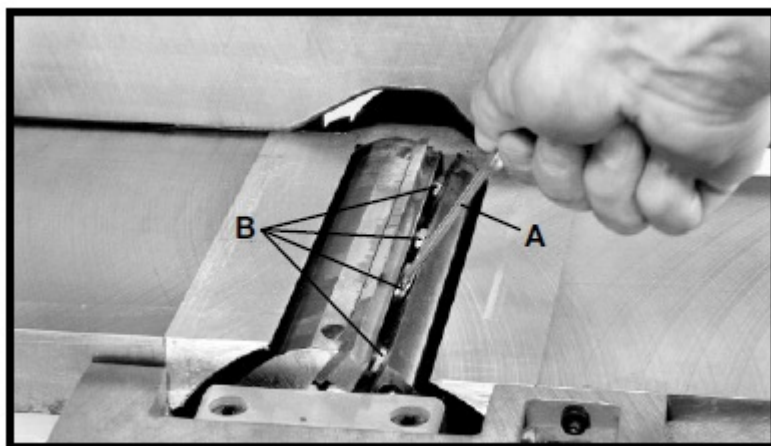

Рис. 49
2. Ключом (А), рис. 49, слегка ослабить четыре прижимных винта (В) в каждом ножевом пазу, вращая винты (В) по часовой стрелке. Ослабить далее винты (В), рис. 49, и снять нож и прижимную планку.
7. Продвинуть нож вниз как можно дальше и вращать каждый винт (В), рис. 49, против часовой стрелки достаточно для того, чтобы удерживать нож на своём месте. Поставить на место остальные два ножа тем же способа.
13. Вращать режущий вал рукой до тех пор, пока нож не будет в высшей точке на каждом конце режущего вала. Для подъёма ножа воспользоваться ключом (E), рис. 23, и поворачивать подъёмный винт по часовой стрелке до тех пор, пока нож слегка не коснётся поверочной линейки (J) на каждом конце и по центру режущего вала при нахождении ножа в своей высшей точке. Если нож отрегулирован правильно, затянуть четыре прижимных винта (B), рис. 49, вращая их против часовой стрелки.